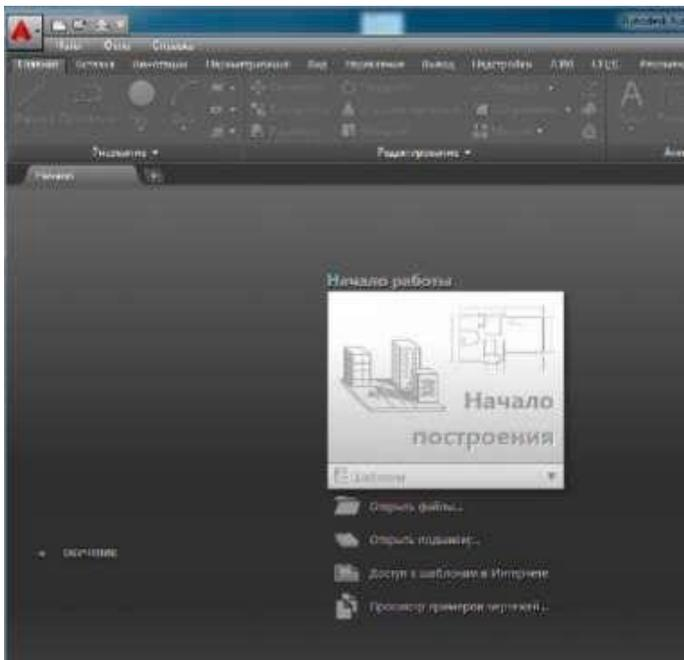

Рис. 1
2. AutoCAD загрузит свое меню и выведет на экран стартовое окно (рис. 1).
9. Чтобы загрузить уже существующий файл чертежа, следует выбрать закладку «Открыть файлы...» в стартовом окне (рис.1) или кнопку  на панели быстрого доступа. В диалоговом окне "Выбор файла" откройте файл **PP28\_пример.dwg** в папке с названием своей группы.